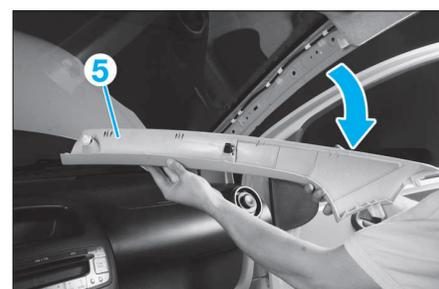

FIG. 41
- De chaque côté, décliper les garnitures de montant de baie de pare-brise (5) (Fig.41).